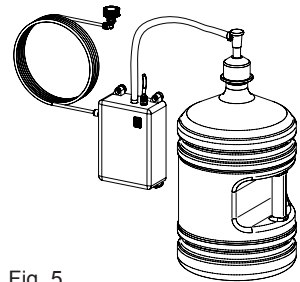

Fig. 5
3.2.3 Stand-alone pompset (fig. 5)